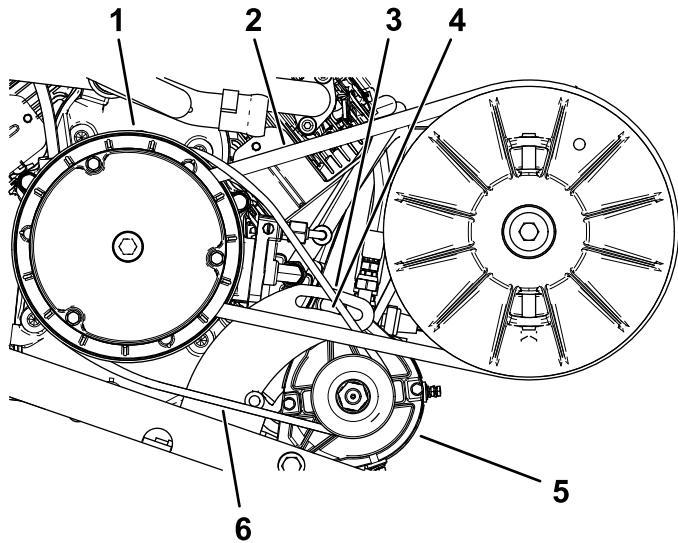

Figura 70
2. Desaperte a porca de articulação do gerador do motor de arranque (Figura 70).
4. Pressione o p $\ddot{\text{a}}\text{o} \frac{1}{2}$ de cabra para rodar o motor de arranque na ranhura at $\ddot{\text{a}}\text{o} \frac{1}{2}$ a tens $\ddot{\text{a}}\text{o} \frac{1}{2}$ o da correia permitir apenas 6,4 mm de deflex $\ddot{\text{a}}\text{o} \frac{1}{2}$ o da correia com 44 N·m de for $\ddot{\text{a}}\text{o} \frac{1}{2}$ a (Figura 70).
5. Aperte a porca de articula $\ddot{\text{a}}\text{o} \frac{1}{2}\text{a} \frac{1}{2}$ m $\ddot{\text{a}}\text{o} \frac{1}{2}$ e retire o p $\ddot{\text{a}}\text{o} \frac{1}{2}$ de cabra (Figura 70).